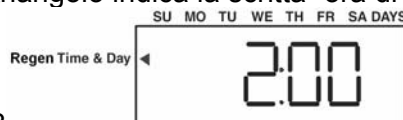

fig. 13
- 2) con i tasti ↓↑ scegliere l'ora desiderata per la rigenerazione (fig. 13)